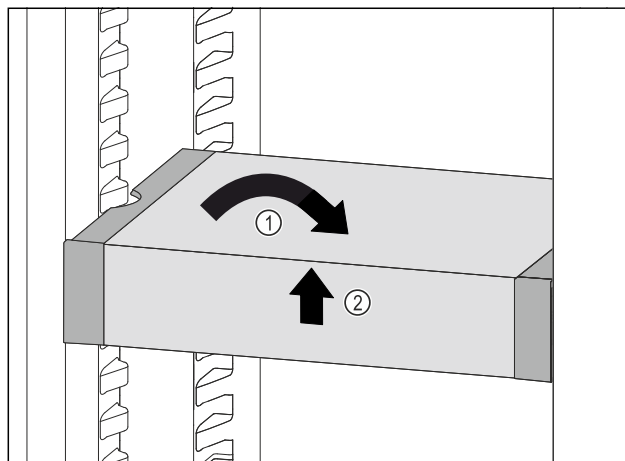

Fig. 88
- ▶ Poziționați drept VarioSafe. Fig. 88 (1)
- ▶ Ridicați în față VarioSafe. Fig. 88 (2)